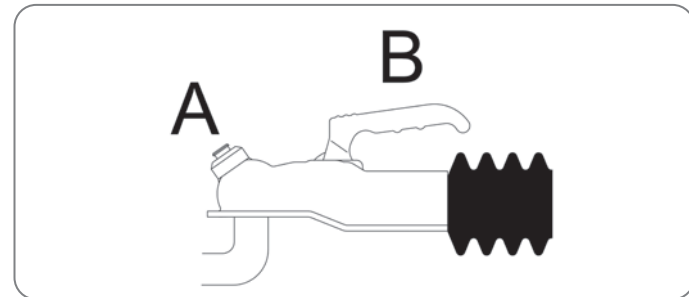

Abbildung 1.03
1. Senken Sie die Kupplungsklaue mithilfe der Stützradkurbel über der Anhängerkupplung ab, ziehen Sie gleichzeitig den Hebel an und lassen Sie diesen Hebel wieder los (Abbildung 1.03; Position B) sobald die Kupplungsklaue fest auf der Kugel sitzt. Der Hebel sollte sich nun selbstständig in die Ausgangsposition zurückbewegen.
Die Kugel der Anhängerkupplung ist richtig angeschlossen, wenn der grüne Rand der Sicherheitsmarkierung (Abbildung 1.03; A) sichtbar ist.